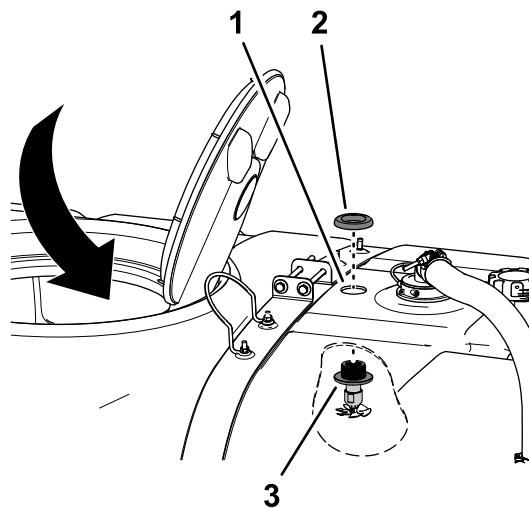

Figura 21
- Trabajando dentro del depósito a través del hueco de 41 cm, pase el conjunto de boquilla hacia arriba por el orificio de 4,5 cm que perforó en Perforación del depósito de fumigación (página 9), según se muestra en Figura 21.
- Coloque la tuerca de plástico con arandela prensada sobre la rosca del pasamuros situado en la parte superior del depósito, y apriete la tuerca con arandela prensada a mano (Figura 21).